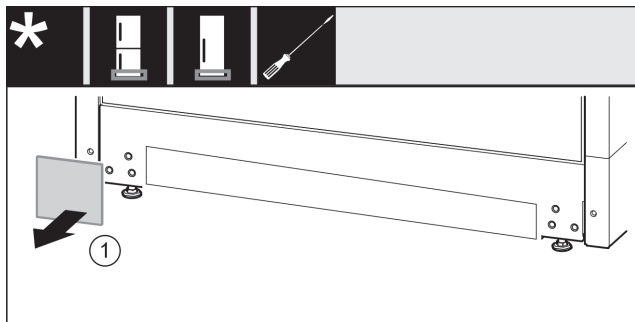

Fig. 35
- ▶ Noņemiet pārsegu. Fig. 35 (1)